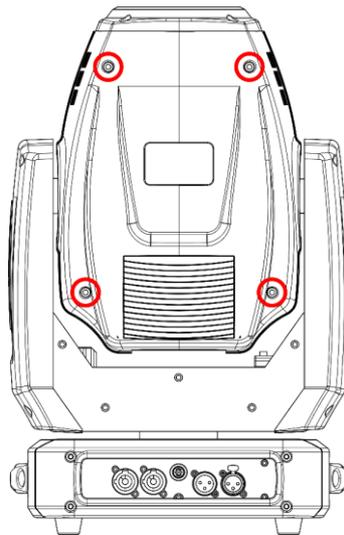

Fig. 12
- 03) Quite la cubierta de la bombilla desenroscando los 4 tornillos (véase la Fig. 12).